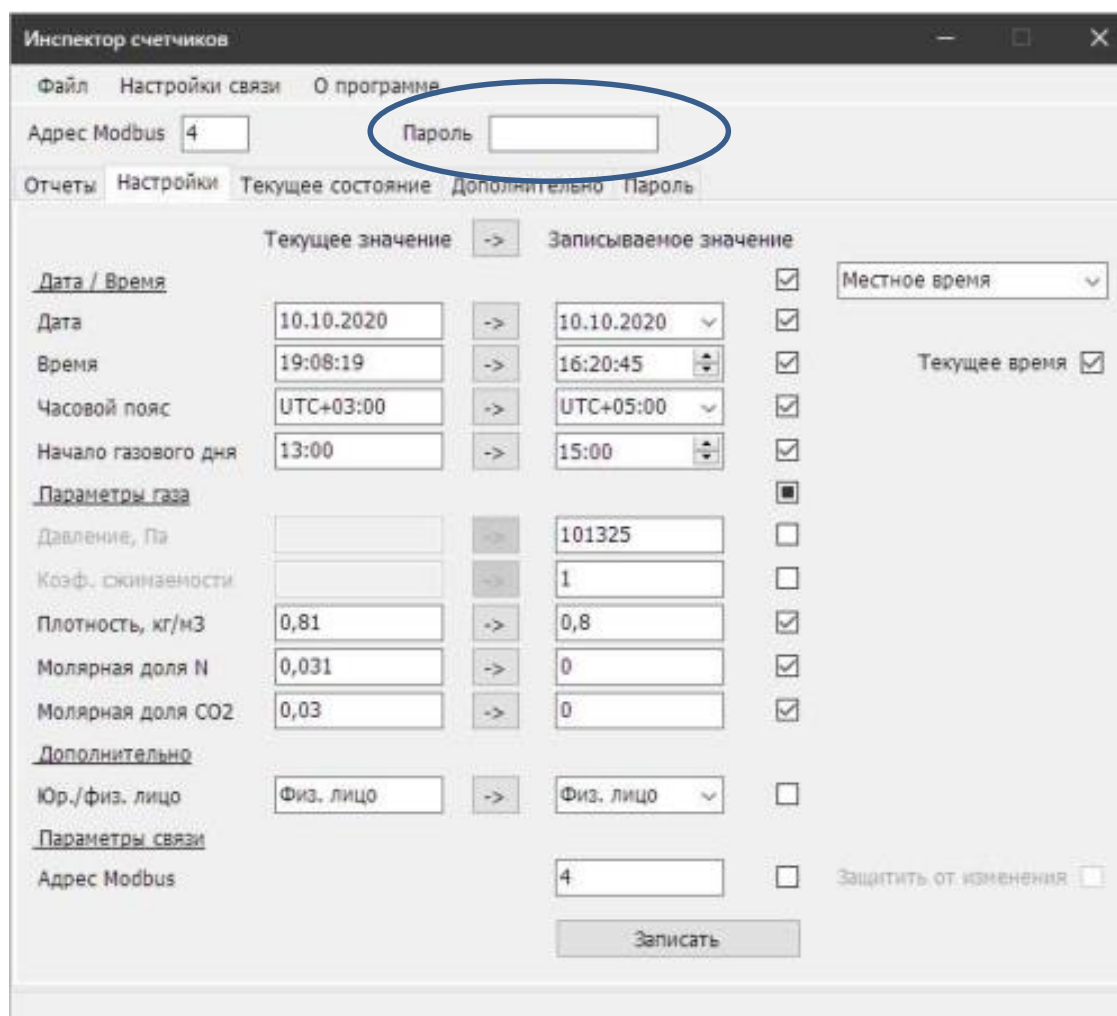

Рисунок 17 – Вкладка «Настройки»
2.5.8 Для изменения параметров необходимо ввести пароль (смотри рисунок 17), который сообщается только представителям газовых служб, в правой строке указать значение параметра, отметить галочкой нужный параметр, нажать кнопку «Записать». Новые данные записываются только у параметров, помеченных галочкой. По умолчанию в счетчик записаны значения: